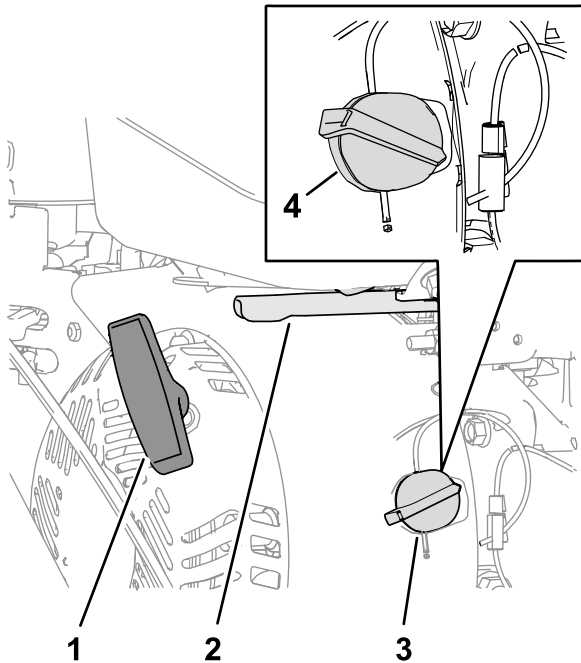

Bild 12
1. Drehen Sie den Ein/Aus-Schalter an der rechten Seite des Motors nach rechts in die EIN-Stellung (Bild 12).
3. Stellen Sie die Gasbedienung hinten rechts am Motor zwischen die LANGSAM- und SCHNELL-Stellung (Bild 12).
4. Ziehen Sie langsam am Rücklaufstartergriff, bis Sie einen Widerstand spüren und halten Sie dann an (Bild 12).
2. Stellen Sie die Gasbedienung zwischen die LANGSAM- und SCHNELL-Stellung (Bild 12).
3. Lassen Sie den Motor mindestens 15 Sekunden laufen und drehen dann den Ein/Aus-Schalter des Motors in die AUS-Stellung, um den Motor abzustellen (Bild 12).